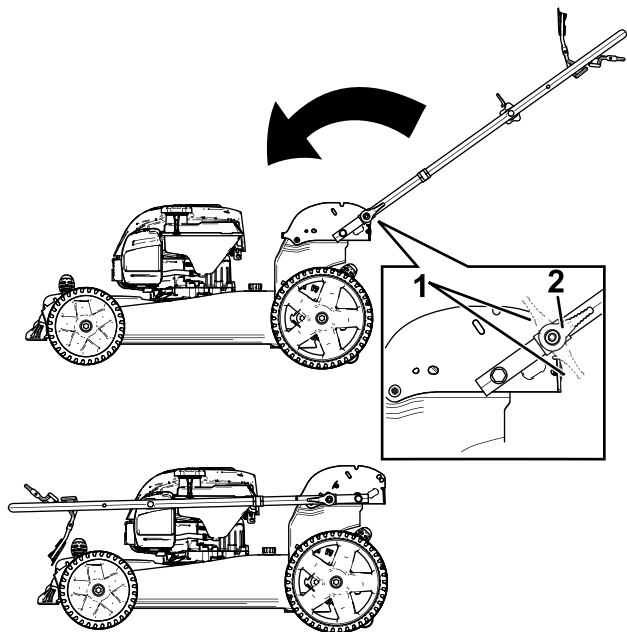

図 22
3. ハンドルロックを解除する 図 22。
4. ハンドルを前方に一杯に折りたたむ 図 22。